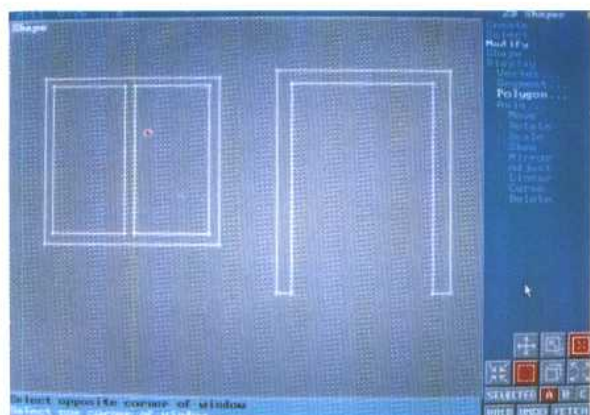

图 7
2. 选择 CREATE/QUAD,在相应的窗户位置上画三个方形(如图 7),形成窗套立面图,选择 SHAPE/NONE 后,选择 SHAPE/ASSIGN,点取两门形使其变为黄色,用前面讲过的方法,调入 3D LOFTER 并选取 PATH/MOVE VERTEX 在 TOP 视图调节参数为 120,选取 OBJECTS/MAKE 后起名生成。按 F3 进入三维模块。